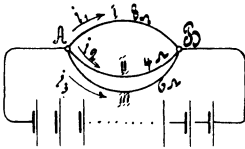

Abb. 10.
75. Zwischen den beiden Punkten A und B (Abb. 10) herrscht ein Spannungsunterschied von $E_k = 24$ [15] (0,3) V. Der Widerstand des Zweiges I beträgt 8 [7,5] (0,2) Ω , der des Zweiges II 4 [3] (0,1) Ω und der des Zweiges III 6 [1,5] (0,8) Ω .